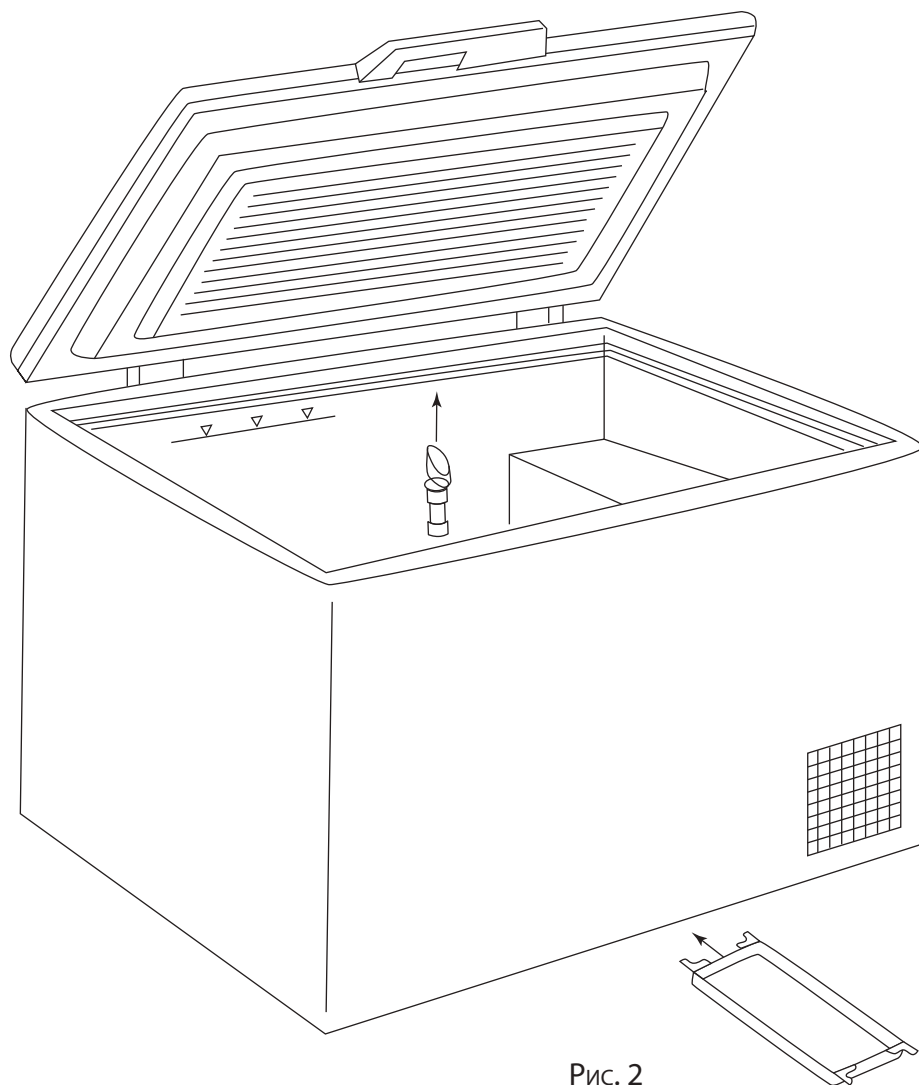

Рис. 2
3. Вытащите пробку из отверстия стока воды, под дно ларя установите поддон, или емкость с низкими стенками для слива воды. В комплект поставки не входит. (рис.2);